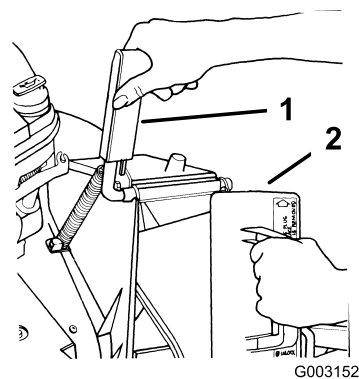

Рисунок 7
2. Так как заглушка немного шире, чем отверстие туннеля выброса, немного поверните заглушку по часовой стрелке, одновременно вставляя ее (Рисунок 7).
1. Откройте дверцу выброса, потянув за рукоятку вперед и переместив ее назад (Рисунок 7). Удерживайте рукоятку дверцы выброса для предотвращения ее закрытия под воздействием пружины, пока вы будете вставлять заглушку.